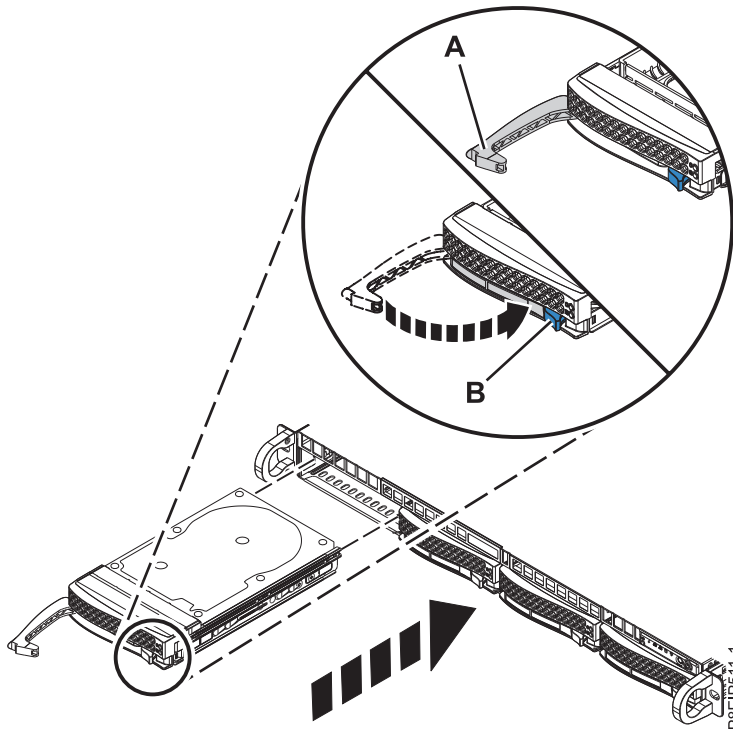

Figura 13. Detalhe da trava da unidade de disco
7. Trave a alça do compartimento de unidade (A) empurrando a liberação da alça conforme mostrado na Figura 13 na página 14.